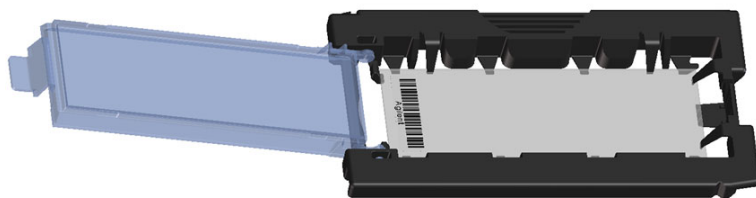

Figura 40 Placa insertada en portaplaclas
- d** Baje suavemente la placa en el portaplacas. Consulte Figura 40.